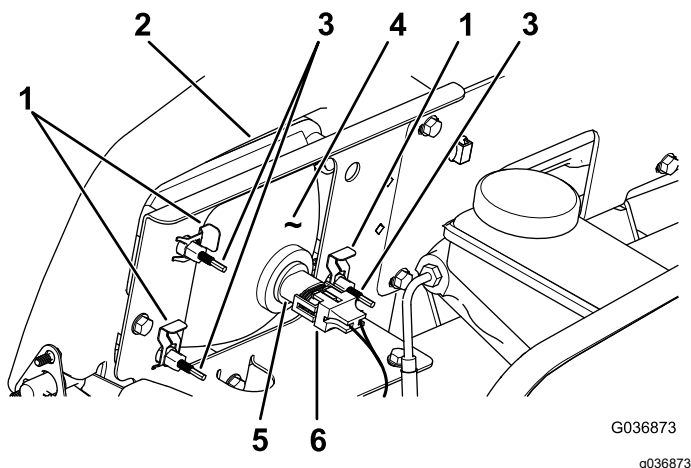

図 55
3. ランプアセンブリのコネクタから、ハーネス用のコネクタを外す 図 55。
4. ヘッドライトをヘッドライトブラケットに固定しているスピードクリップを外す 図 55。
5. ヘッドライトアセンブリ全体を前に押出して、前バンパーから外す 図 55。
6. 取り付け穴に新しいヘッドライトを取り付ける 図 55。
8. ハーネス用のコネクタを、新しいランプアセンブリのコネクタに接続する 図 55。
2. ヘッドライトアセンブリの裏側部分にある調整ねじ 図 55を回してヘッドライトアセンブリの角度を変えてビームの方向を調整する。